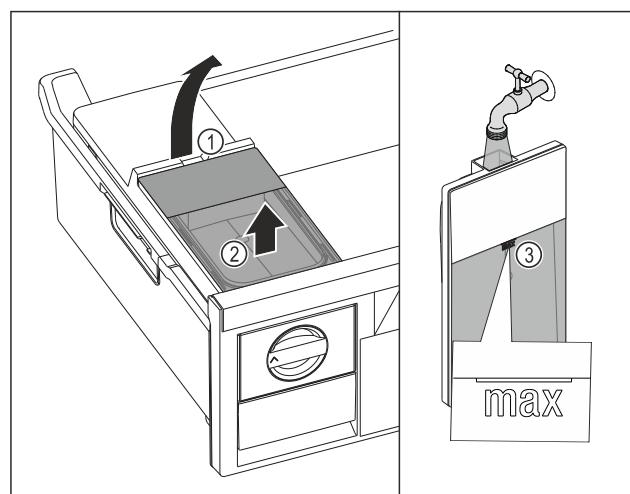

Fig. 109
- Підняти бак для води за заглиблення Fig. 109 (1).
- Вийняти бак для води рухом вгору. Fig. 109 (2)
- Наповнити бак для води питною водою до позначки Fig. 109 (3).